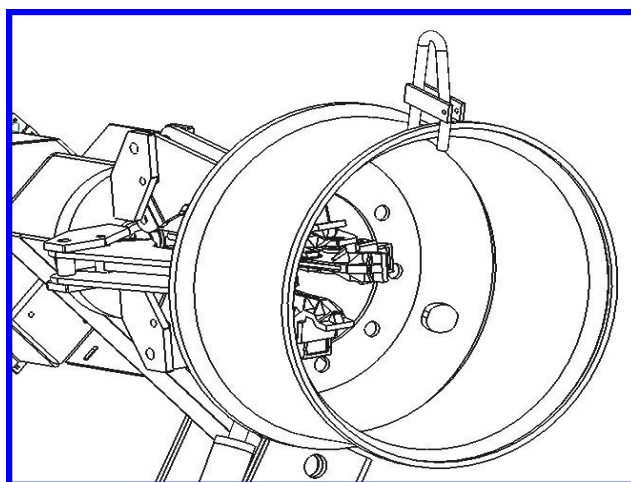

Fig. 11
- 3) Prenda o grampo na borda externa do aro, em seu ponto mais alto (**Fig. 11**).